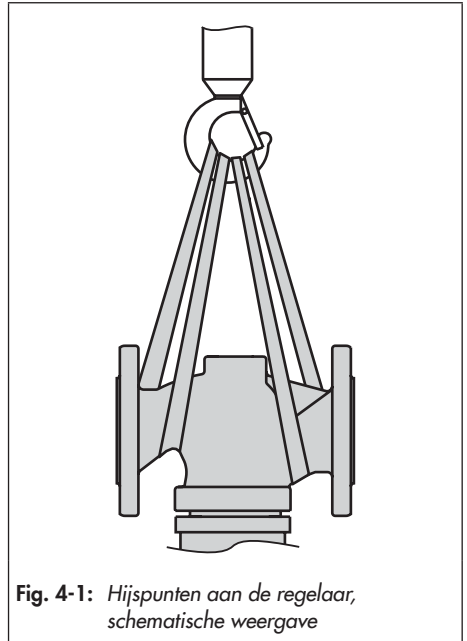

Fig. 4-1: Hijspunten aan de regelaar, schematische weergave
- Bij de hefwerktuighulpmiddelen een haak met veiligheidssluiting gebruiken, zodat de aanslagmiddelen bij het hijsen en transporteren niet van de haak kunnen afglijden, zie Fig. 4-1.
1. Steeds een heflus aan de behuizingsflens en aan de hefwerktuighulpmiddelen (bijv. haak) van de kraan of vorkheftruck bevestigen, zie Fig. 4-1.